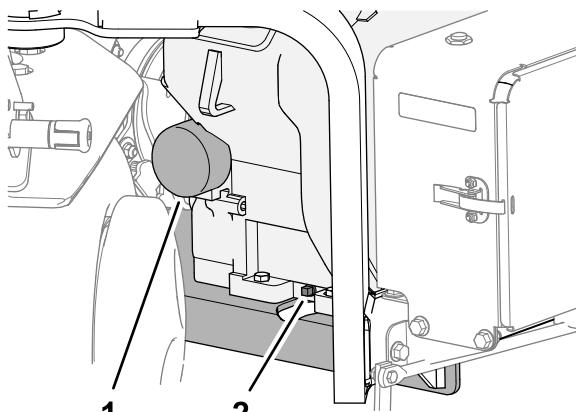

Figura 161
3. Collocate una bacinella sotto al tappo di spurgo dell'olio e rimuovete il tappo (Figura 161).
1. Collocate una bacinella di spurgo bassa sotto il filtro dell'olio e togliete il filtro (Figura 161).
6. Inserite il filtro dell'olio sul relativo adattatore in modo che la guarnizione sia a contatto con l'adattatore del filtro (Figura 161), quindi serrate il filtro di un ulteriore 1/2 giro.